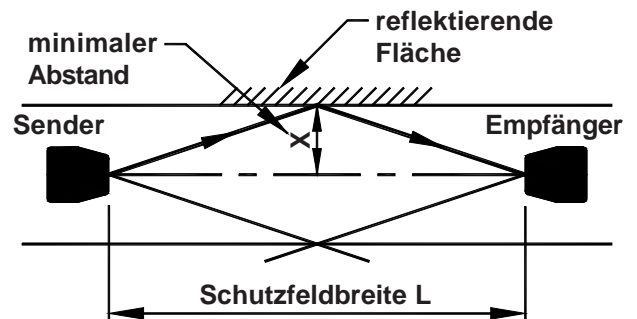

Bild 10
Zwischen der optischen Achse und einer reflektierenden Fläche ist ein Mindestabstand (X) unbedingt einzuhalten. Der Mindestabstand hängt von der Schutzfeldbreite ab (siehe Bild 10). Er wird wie folgt definiert: